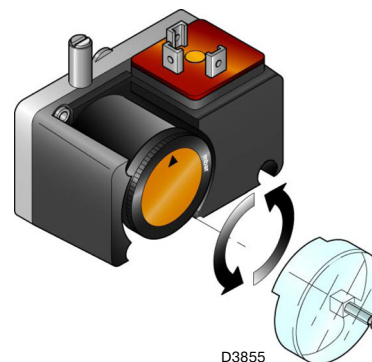

Рис. 32
- Отрегулировать реле давления для проверки герметичности (Комплект PVP) (Рис. 32 стр. 36), если имеется, в соответствии с инструкциями Комплекта.
Отрегулировать реле давления для проверки герметичности (Комплект PVP) (Рис. 32), если имеется, в соответствии с инструкциями Комплекта.